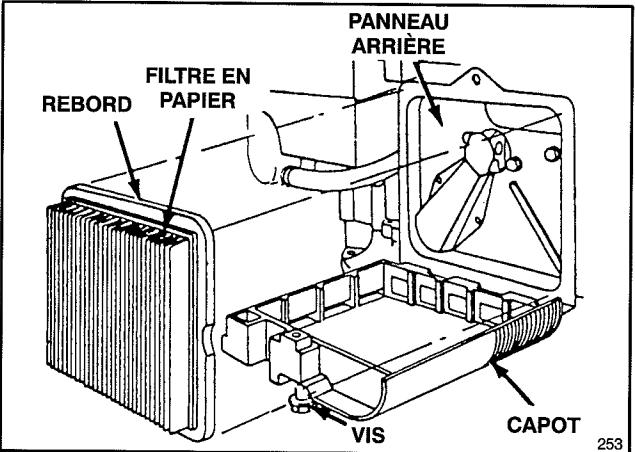

Figure 11
3. Retirer le filter en papier (Fig. 11) er le jeter.
4. Installer le nouvel élément de filtre à air en papier dans le sens illustré à la figure 11, de façon à ce que son rebord touche le panneau arrière.